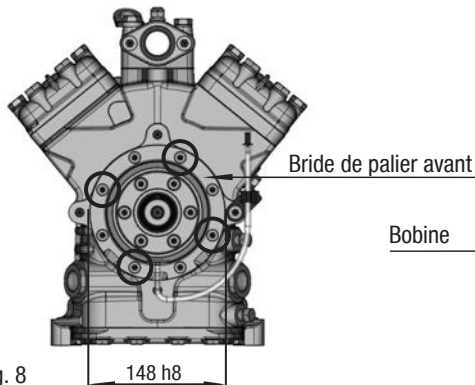

Fig. 8
- Pour recevoir la bobine de l'embrayage électromagnétique, la bride de palier avant possède un ajustement fin $\varnothing 148 \text{ h8}$ (voir fig. 8).
- Pour monter la bobine, desserrer 4 vis cylindriques M8 de la bride de palier (voir fig. 8).